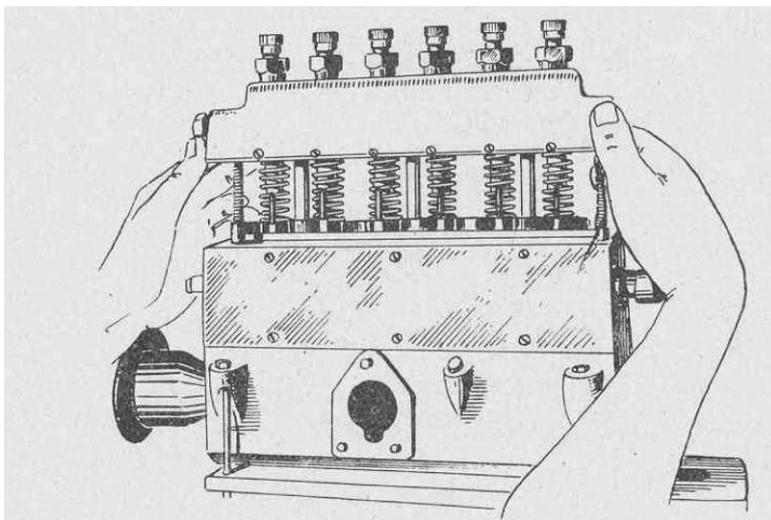

Bild 2 Pumpenoberteil wird abgenommen
1. Die Befestigungsmutter des Oberteils lösen (Bild 2)